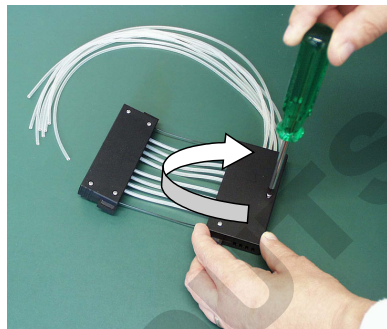

Figure 5-49. Serrage des vis de retenue de cache
14. Serrez les trois vis de retenue de cache de la partie supérieure de la cassette de distribution en laissant la vis avant légèrement ouverte (Figure 5-49).